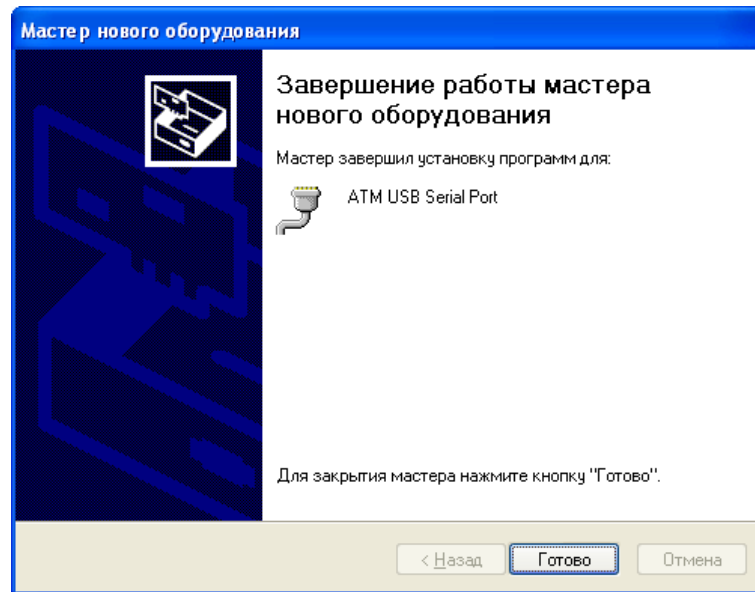

Рис. 3.6 Мастер нового оборудования — установка драйвера завершена
1.4. В случае успешной установки USB-драйвера появится окно завершения установки (см. Рис. 3.6).